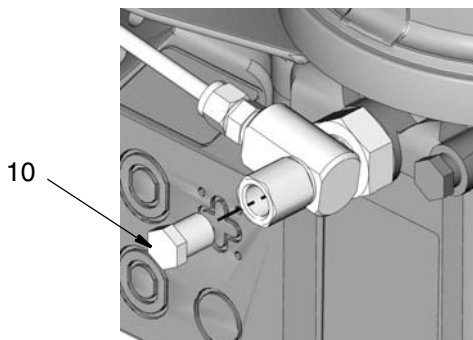
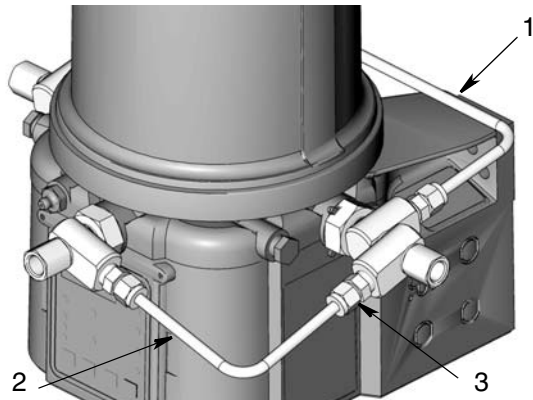

FIG. 6
FIG. 9
11. Apriete las tuercas de tubos (3), apriete con llave únicamente.
12. Apriete los pernos banjo (6) con 35 ft. pounds (45,7 N•m) en cada punto.
13. Aplique aislante de roscas a las roscas del tapón (10). Instale tapones en puntos de salida no utilizados (FIG. 6).
11. Instale el tubo (1) (con 2 codos) en torno a la parte trasera de la bomba G3 entre el adaptador banjo doble instalado en la parte derecha de la bomba G3 y el adaptador banjo instalado en la parte izquierda de la bomba G3 (visto desde la parte delantera) como se muestra en FIG. 9.
12. Instale el tubo (2) (1 codo) entre el adaptador de banjo doble, instalado en la parte derecha de la bomba G3 y el adaptador de banjo instalado en la parte delantera de la bomba G3 (visto desde la parte delantera) como se muestra en FIG. 9. Puede que sea necesario soltar el adaptador de banjo para instalar este tubo.
13. Apriete las tuercas de tubos (3), apriete con llave únicamente.
15. Aplique aislante de roscas a las roscas del tapón (10). Instale tapones en puntos de salida no utilizados (FIG. 6).